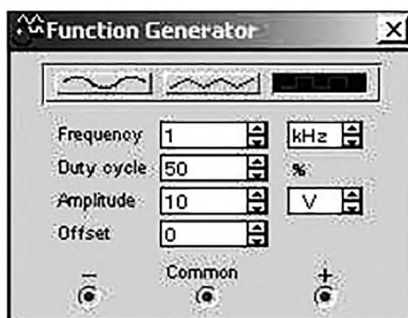

Рис. 6.5. Лицевая панель функционального генератора
6.2.10. Установить настройки функционального генератора согласно рис. 6.5.